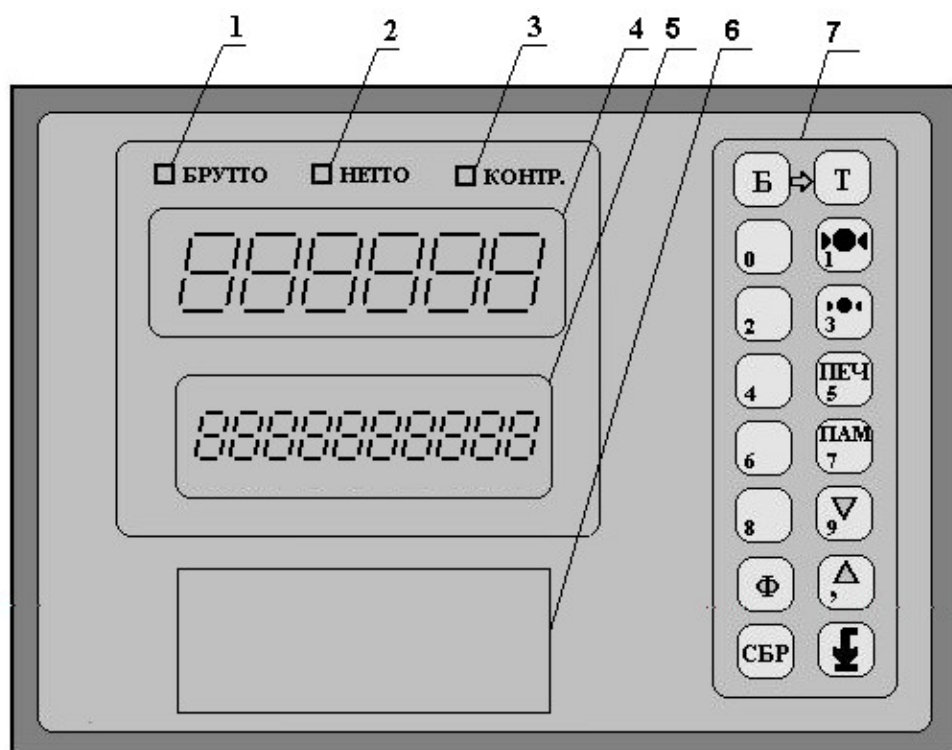

Рис. 7.1. Внешний вид ВТ Преобразователя спереди.
На Рис. 7.1 изображён внешний вид ВТ Преобразователя спереди.
10.2. После включения Преобразователь выполнит самотестирование, затем на индикатор ТВИ-024ВТ (см. Рис. 7.1 на стр. 17) будет кратковременно выведено название версии программного обеспечения Преобразователя в виде «**SC-XXX**» (где знакам **X** будут соответствовать цифры, отражающие номер версии).
Если показания веса нестабильны, загорается индикатор «Контроль», см. Рис. 7.1 на стр. 17.